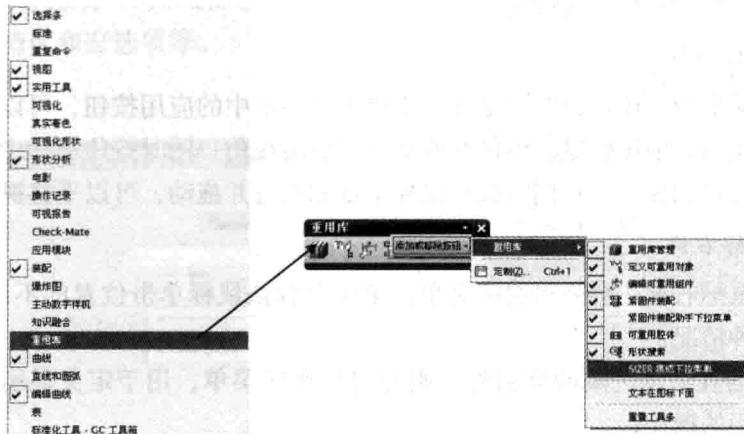

图 1-5 添加工具条和命令
在“定制”对话框中单击“工具条”选项卡，即可打开工具条定制选项卡。通过此选项卡可改变工具条的布局，也可以将各类工具条按钮通过拖放放在屏幕的顶部、左侧或下侧。另外，也可以在工具栏空白处点击鼠标右键直接调用或者关闭工具条，如图 1-5 所示。
Step1。单击工作条中的 按钮（图 1-5），单击“添加或移动按钮”按钮，系统弹出工具条。